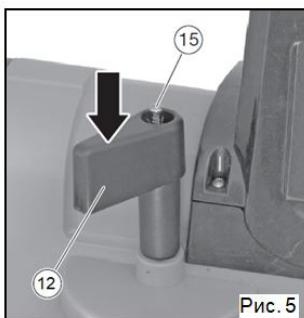

Рис. 5
4. Установите рычаг регулировки направления выброса снега 12 (рис. 5) и закрепите его винтом 15 (рис. 5) (только для модели СМЭ 150).